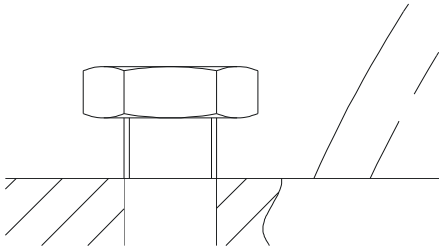

图 11-2-18
STEP 02 对螺钉头进行剪切掉多余的线段，效果如图 11-2-18 所示。
指定第一个点或 [对象(O)]：	// 捕捉如图 11-2-18 中的 1 点